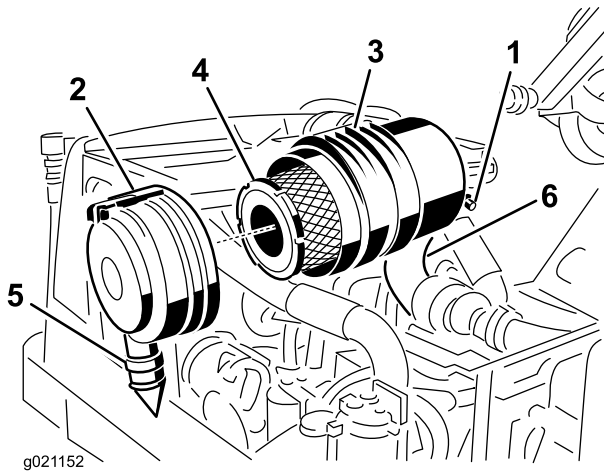

Figure 57
1. Tirez le verrou vers l'extérieur et tournez le couvercle du filtre à air dans le sens antihoraire (Figure 57).
2. Déposez le préfiltre (Figure 57).
4. Remplacez le préfiltre (Figure 57).
8. Montez le couvercle en dirigeant la valve de sortie en caoutchouc vers le bas, entre 5:00 et 7:00 heures environ vu de l'extrémité (Figure 57).